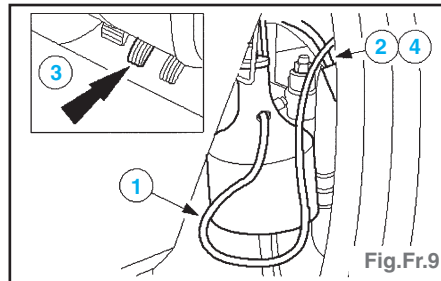

Fig.Fr.9
- Vidanger le réservoir de liquide de frein (Fig.Fr.9) :